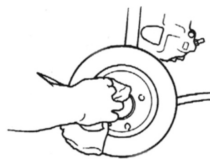

Fig. 4
8. Nettoyer la protection anti-corrosion du disque de frein neuf avec un solvant approprié (cela n'est pas nécessaire pour les disques traités anti-corrosion), en vous assurant que la face de montage ne comporte ni cambouis, ni bavures (Fig. 4).
8. Rimuovere con un adeguato solvente la protezione anticorrosiva dal nuovo disco del freno (il che non è necessario nel caso di dischi di freni rivestiti), assicurandosi che la superficie di montaggio sia priva di sporco e bave (Fig. 4).
8. Extraer la protección anti-corrosión con la herramienta adecuada (no necesariamente con los discos de freno pintados). Al mismo tiempo, asegurarse de que la superficie de montaje está limpia. (Fig. 4).